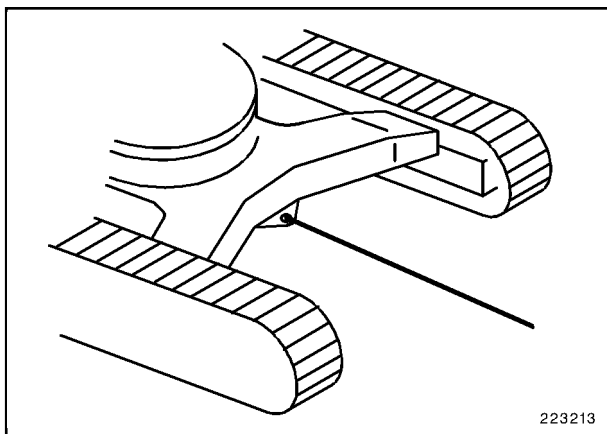

Fig. 18
- En caso de tener que remolcar la excavadora o en caso de usar la excavadora para remolcar otro vehículo, el cable debe sujetarse de la manera mostrada (Fig. 18).